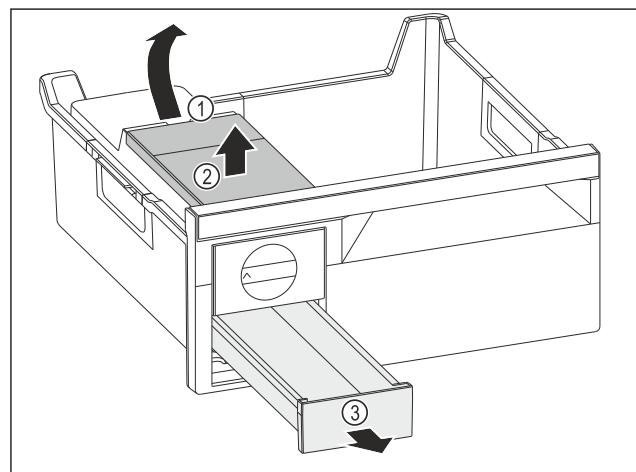

Fig. 196
- Wassertank entnehmen: Wassertank an der Aussparung Fig. 196 (1) anheben.
- Wassertank Fig. 196 (2) nach oben entnehmen.
- Eiszapfenschubfach Fig. 196 (3) nach vorne entnehmen.